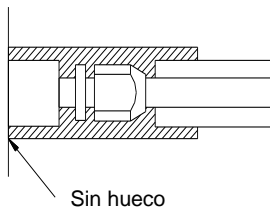

Fig. 19
- b. Las conexiones de la unidad interior deben cubrirse con material de aislamiento térmico y no debe haber ningún hueco entre el aislamiento de la junta y la unidad (ver la Fig. 19).